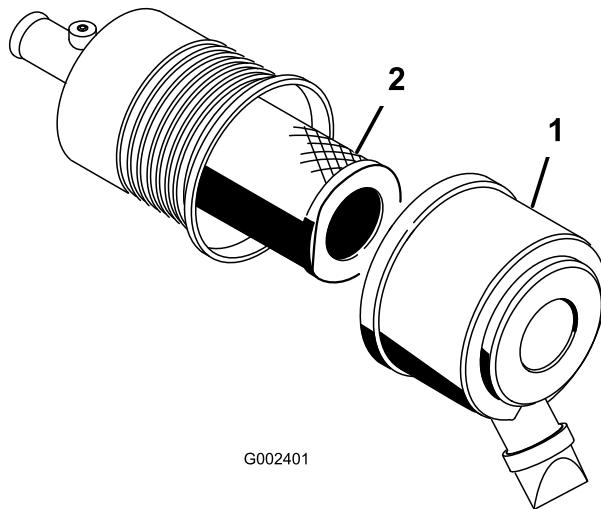

Figura 44
1. Rilasciate i dispositivi di fermo del filtro dell'aria e togliete il coperchio dal corpo del filtro (Figura 44).
3. Estraete con cautela il filtro primario dal corpo del filtro dell'aria (Figura 44).
6. Se sostituite il filtro di sicurezza, fate scorrere delicatamente il nuovo filtro nel corpo del filtro (Figura 44).
7. Montate con cautela il filtro primario sul filtro di sicurezza (Figura 44).
- Montate il coperchio del filtro dell'aria con il lato rivolto in alto, quindi fissate i dispositivi di fermo (Figura 44).